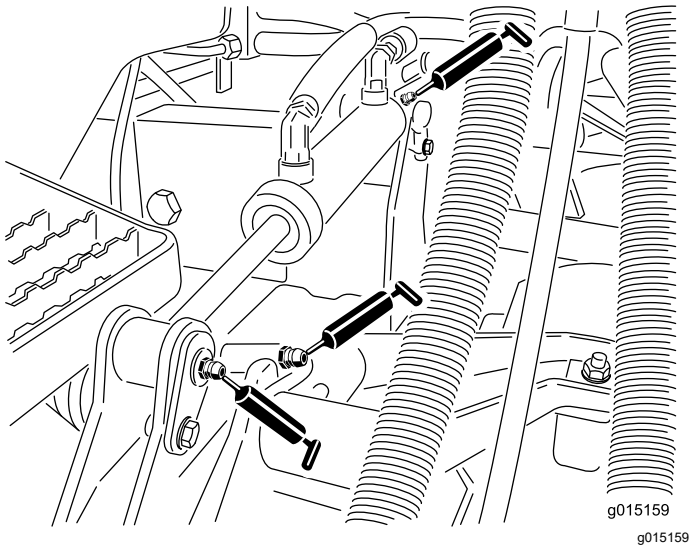

Figure 67
- Bagues de bras de levage (1 par unité de coupe) (Figure 67)
- Bagues de vérin de levage (2 par unité de coupe) (Figure 67)